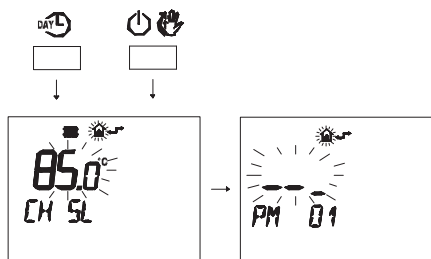

Рисунок 5.79
- Нажмите одновременно кнопки **DAY** и **ON**, чтобы войти в поле введения настроек (Рисунок 5.79).